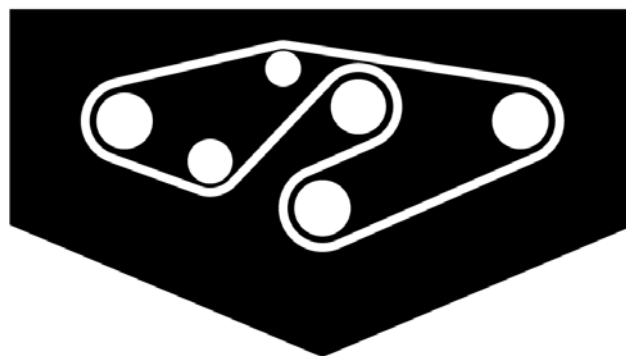

Figure 31
4. Installez la courroie neuve autour des poulies d'axe et de la poulie de tension (Fig. 31).